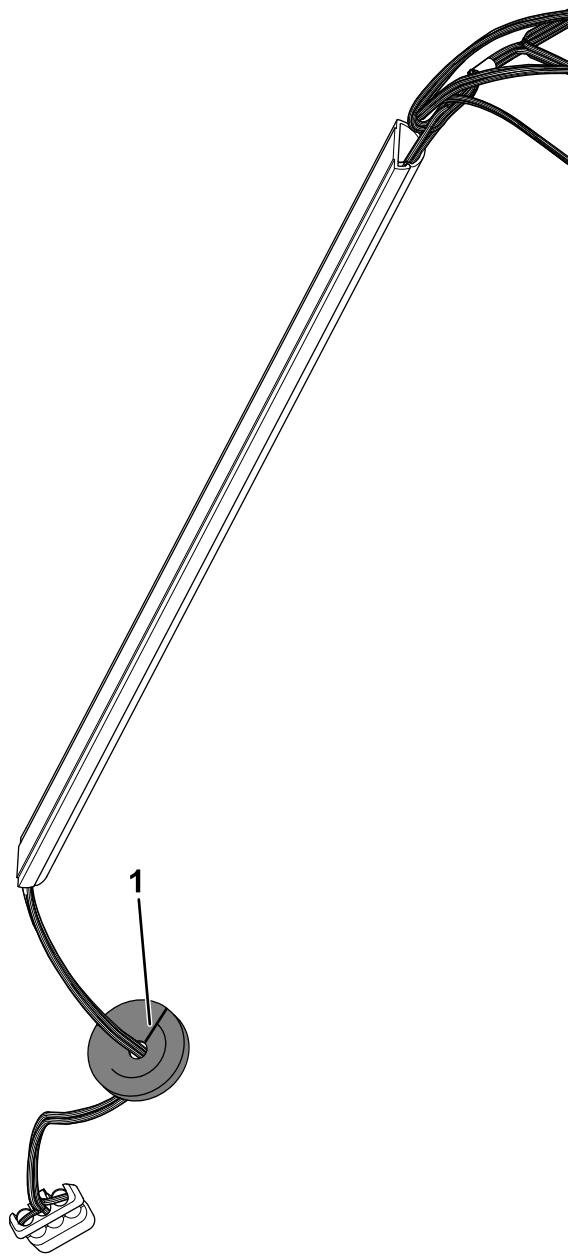

Figura 12
2. Assemblate il cablaggio preassemblato con il connettore a 3 pin nel canale per la conduzione dei cavi (Figura 12).
3. Inserite il cablaggio preassemblato attraverso la fessura nel gommino (Figura 12).